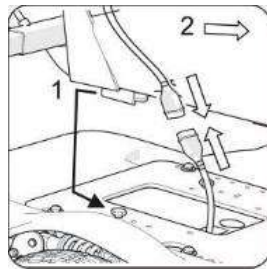

Figura 5-147
Introduzca el tornillo del chasis en la ranura bajo el asiento (1). (Figura 5-147).